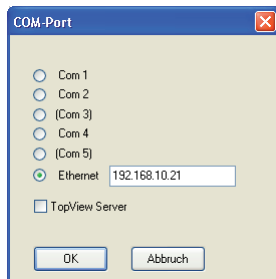

Abb. 9.2:
- (Rechner ohne RS-485) Wählen Sie an dem Rechner, der über das Ethernet auf das RS-485 Bus-Netzwerk zugreifen soll, die Option „Ethernet“ aus und geben Sie ins freifeld die TCP/IP Adresse des anderen PCs ein (siehe Abb. 9.2).